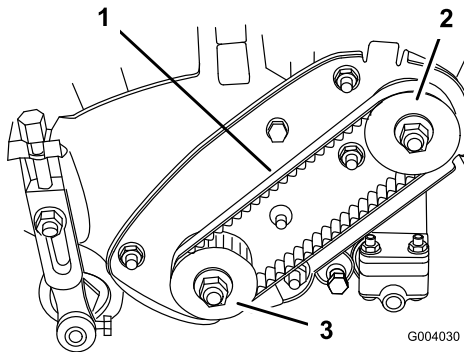

Bild 34
2. Prüfen Sie die Spannung des Riemens (Bild 34). Wenden Sie eine Kraft von $2 \pm 0,5$ kg in der Mitte der Scheiben an. Der Riemen muss sich 4,8 – 7,9 mm durchbiegen lassen. Machen Sie bei einem falschen Durchbiegungswert mit dem nächsten Schritt weiter.